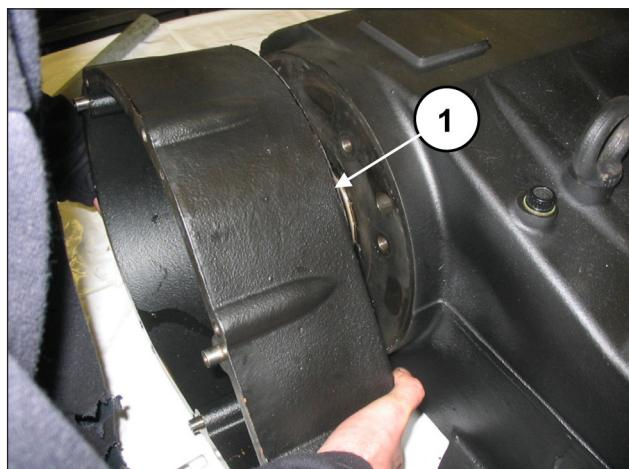

Fig. 22
Do lado oposto, solte os parafusos de fixação da caixa do redutor (pos. ①, Fig. 21), em seguida, remova-a (pos. ①, Fig. 22).